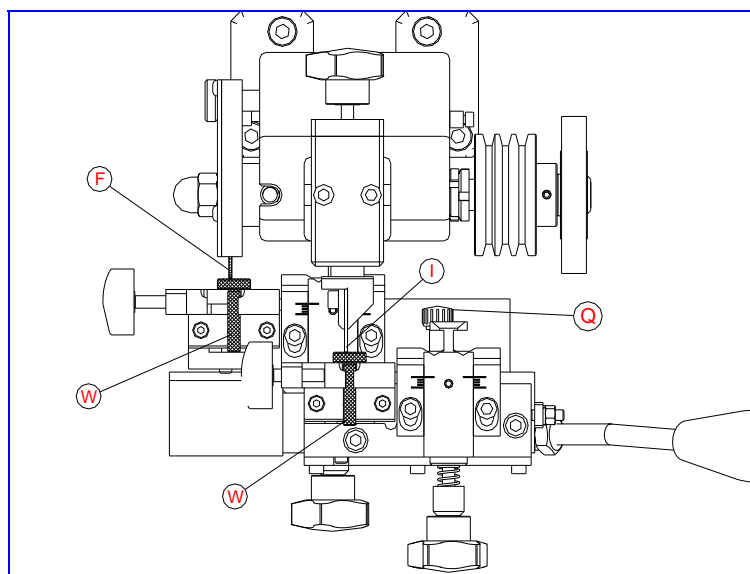
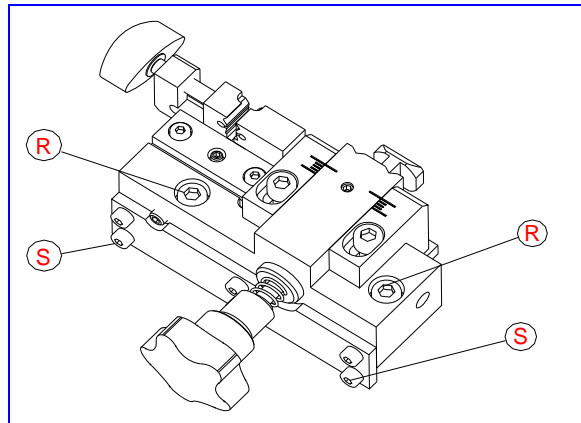

Fig. 11
Fig.12
- Colocar las dos piezas de reglaje (W) haciendo tope en la mordaza, tal y como indica en la Fig 11. Avanzar la varilla (Q) para que la mordaza se quede en su posición correcta de reglaje.
- Acercar las mordazas hacia el índice copiador (I) y la fresa (F), de forma que las piezas de reglaje se ajusten sobre el índice copiador y la fresa.
- Aflojar los dos tornillos (R) y (S) de la mordaza y mediante una pequeña maza de plástico, darle ligeros golpes delante o detrás de forma que el mismo coincida con la pieza de reglaje. Ver Fig 12.
- La distancia queda perfectamente regulada, coincidiendo el índice copiador y la fresa con las respectivas piezas de reglaje. Seguidamente, apretar, bloqueándolos, los tornillos (R) y (S) del soporte.